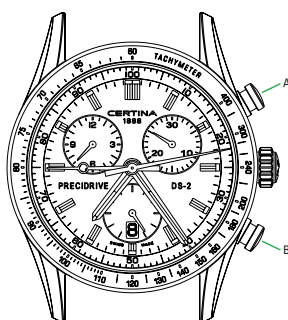

Fig. 4
**Aflezen van de laatste tijd (volgens fig. 4)**